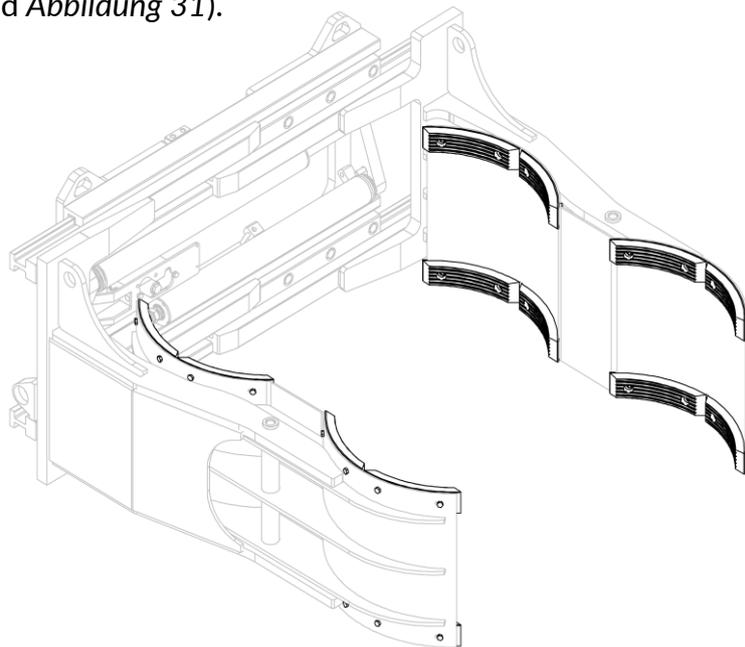
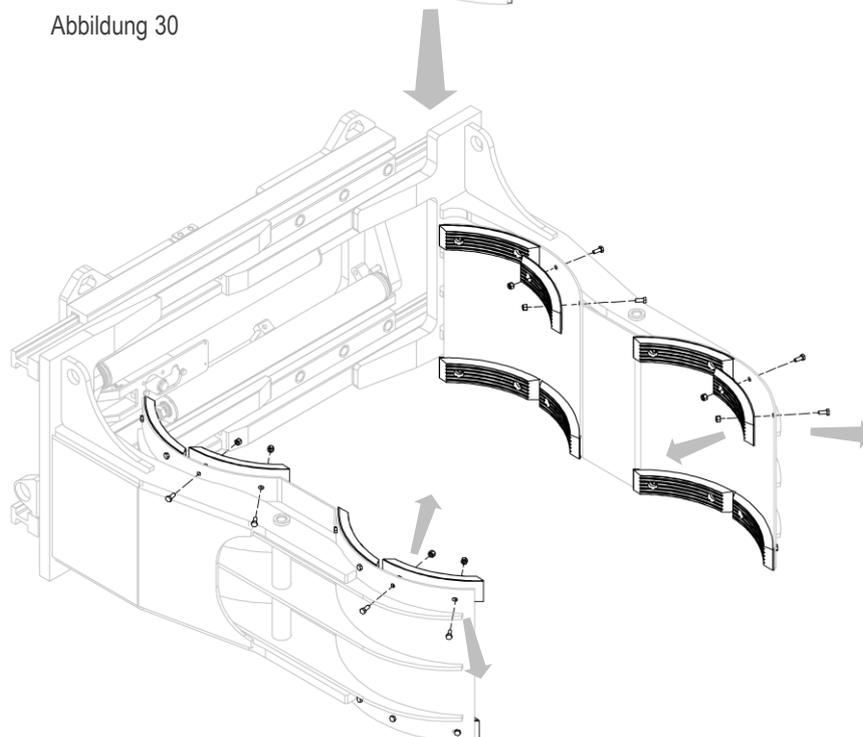

Abbildung 30
Abbildung 31
3. Die Gummiplatten nach dem Entfernen der Schrauben und Muttern entfernen (siehe *Abbildung 30* und *Abbildung 31*).